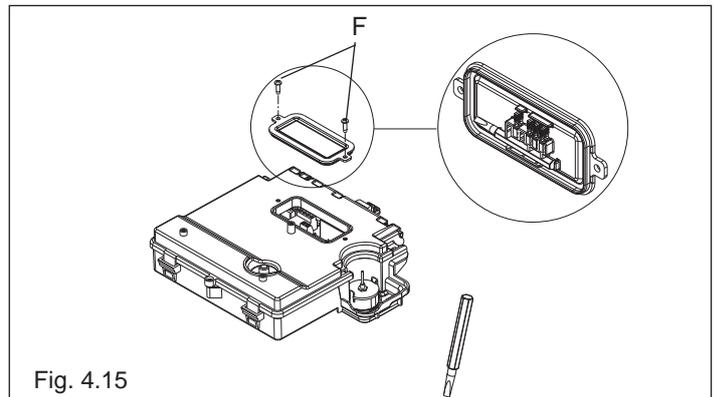

Fig. 4.15
- svitare le viti di fissaggio del coperchietto (F) per accedere alla morsettiera (fig. 4.15)
- svitare le viti (F) - fig 4.15 - per rimuovere il coperchietto morsettiera (230V)